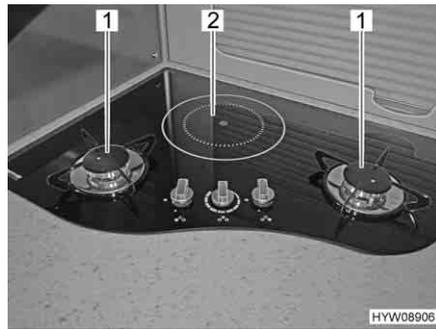

Fig. 165 Fornello a gas a 2 fiamme con piano di cottura a induzione
Il piano di cottura a induzione (Fig. 165,2) può essere utilizzato solo se è collegata l'alimentazione a 230 V.
**Accensione** Le due fiamme del gas (Fig. 165,1) sono dotate di accensione elettronica.